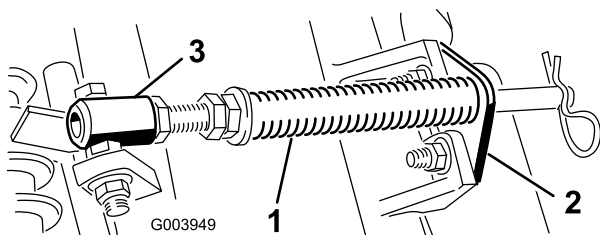

図 4
- A. カッティングユニットのタブにロッドブラケットを固定しているキャリッジボルト2本を外す 図4。
- B. スプリングチューブのボルトをキャリアフレームのタブに固定しているフランジナット 図 4 を外し、アセンブリを取り外す。
1. ホースガイド 図 4 番カッティングユニット